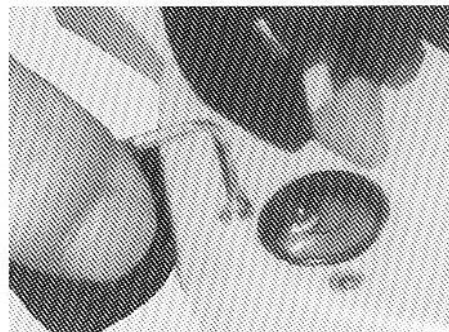

Рисунок 11
- Повторяйте вышеописанные действия до , тех пор пока пузырек не перестанет отклоняться от центра (рис.11)